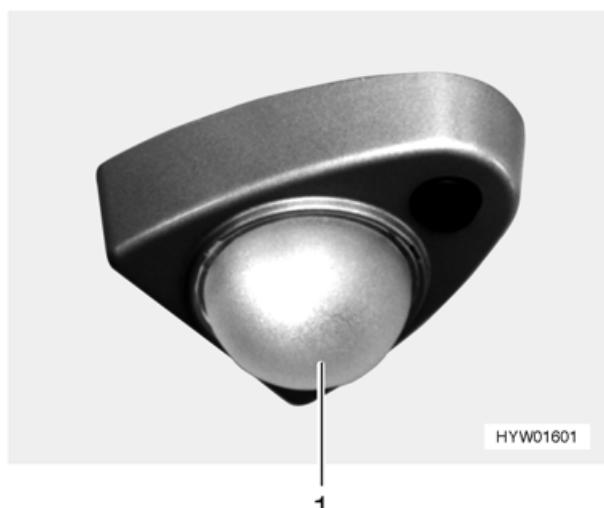

Bild 98 Spotleuchte (Variante 1)
- Das Leuchtenglas (Bild 98,1) mit zwei Fingern im Uhrzeigersinn drehen.